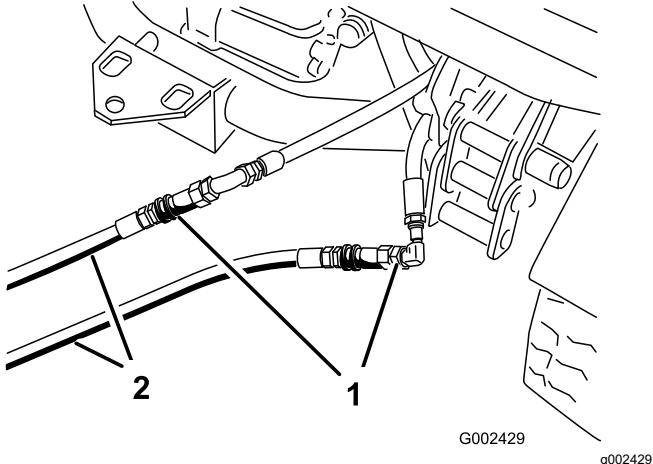

Figure 75
- Sur la machine en panne, branchez les 2 flexibles de dépannage aux flexibles débranchés (Figure 75).